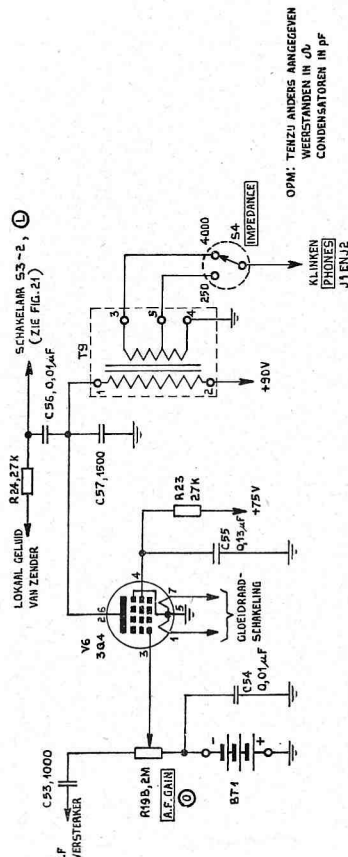

Fig. 23. LF eindversterker
3.2.8 LF eindversterker, V6 (zie fig. 23).